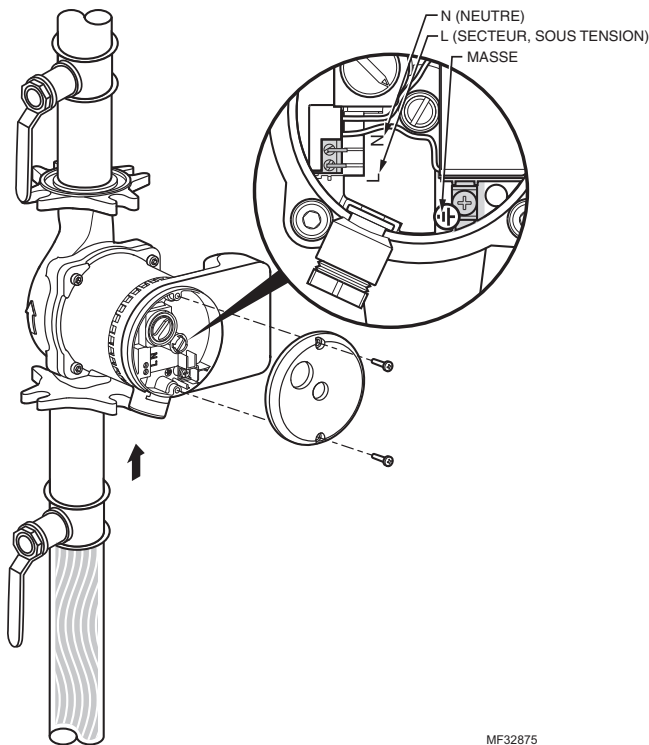

Fig. 8. Câblage de la pompe du circulateur.
- Brancher le fil de masse à la vis de masse à l'intérieur du boîtier (Voir la Fig. 8).
Rotor/arbre coincé	- Isoler la pompe de l'alimentation. - Retirer la vis d'évent (voir la Fig. 8). - Tourner l'arbre dans le sens horaire à l'aide d'un petit tournevis. - Visser la vis d'évent. - Mettre la pompe en marche.